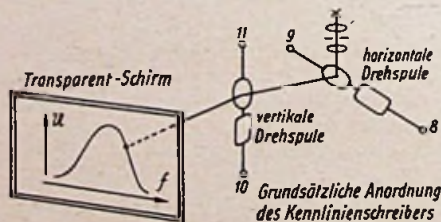

Abb. 2. Schema des Kennlinienschreibers
Von einem kleinen Oszillator (Abb. 1a) wird über das niederohmige Potentiometer P_1 die HF-Spannung entnommen und über eine abgeschirmte Leitung dem Spannungsteiler (Abb. 1b) zugeführt. Hierin wird die Spannung durch den Spannungsteiler S_1 (ca. 200 Ohm) in zehn gleiche Teile geteilt und kann über einen zehnteiligen Rastenschalter an der Klemme 5 entnommen werden. Außerdem erzeugt diese HF-Spannung im Spannungsteiler S_2 einen durch das Milliamperemeter (J) meßbaren Strom. Sind das Milliamperemeter (J) und der Spannungsteiler (S_2) frequenzunabhängig, so erhält man am Spannungsteiler eine unabhängig von der Frequenz meßbare Spannung. Als Milliamperemeter wurde ein Instrument mit Thermoumformer von 5 mA Vollausschlag und ca. 140 Ohm Widerstand verwendet. Der Spannungsteiler (S_2) ist aus dünnen (0,03 mm starken) reusenförmig angeordneten Manganindrähten aufgebaut und hat einen Gesamtwiderstand von rd. 0,9 Ohm. Die Frequenzabhängigkeit ist bis ca. 10^7 Hz vernachlässigbar. Am Spannungsteiler S_1 kann die Spannung über einen Rastenschalter meßbar abgegriffen werden. Diese Spannung U , meist wenige Millivolt, wird (über 4 und 1) dem zu untersuchenden Schwingkreis, z. B. einem Reihenresonanzkreis (Abb. 1c) zugeführt. Mit Hilfe eines Umsteckssockels können der oder die zu untersuchenden Schwingkreise in die Schaltung nach Belieben eingebaut werden. Die Ausgangsspannung U , für das in Bild 1c gewählte Beispiel ist das der Kondensatorspannung, wird an den Klemmen 7 und 1 mit Hilfe des in Abb. 1d gezeigten Röhrenvoltmeters gemessen. Als Anzeigeelement (Klemmen 9 und 8) wird das Drehspulmeßwerk mit der horizontalen Drehspule des in Abb. 2 schematisch dargestellten Koordinatenschreibers verwendet.
Legt man nun an die vertikale Drehspule (Klemmen 10 und 11) in Abb. 2 des Kennlinienschreibers eine der Frequenz oder dem Drehwinkel des Kondensators C_1 (Abb. 1a) proportionale Spannung u , so wird die Abszissenablenkung des Kennlinienschreibers proportional der Frequenz. Beim Drehen des Kondensators C_1 durchläuft die Lichtmarke des Kennlinienschreibers z. B. die in Abb. 2 ange deutete Resonanzkurve. Die Erzeugung der dem Drehwinkel des Oszillatorkondensators C_1 proportionalen Span-